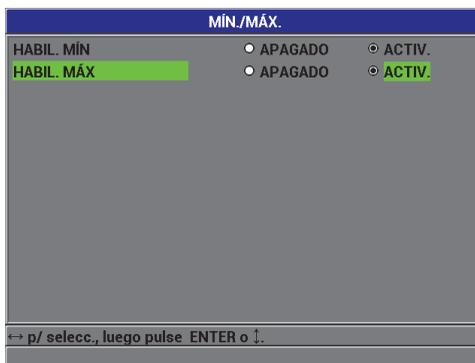

Figura 5-4 Pantalla **MÍN./MÁX**
2. En la pantalla **MÍN./MÁX.** (ver la Figura 5-4 en la página 113):